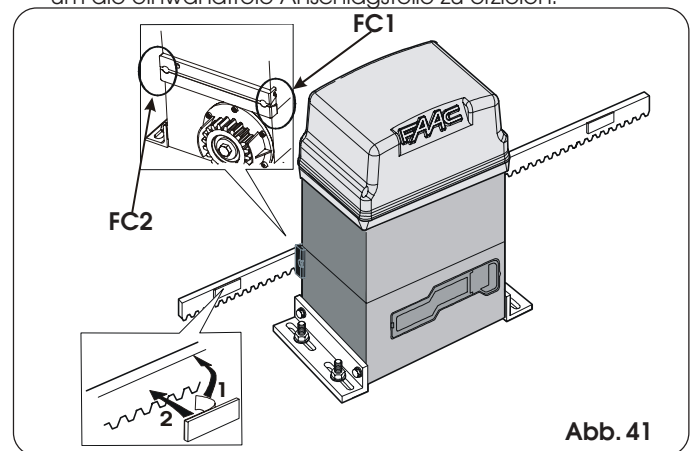
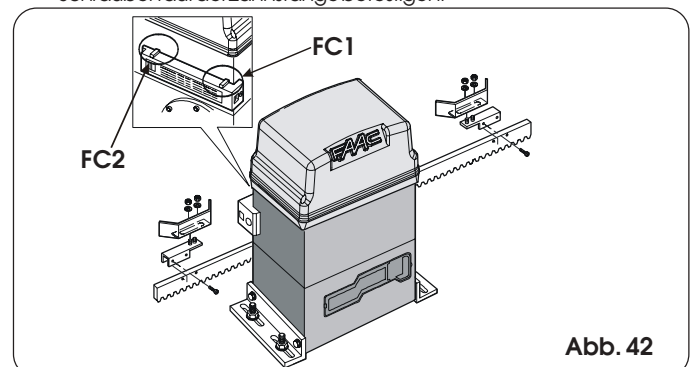

Abb. 41
Abb. 42
Der Antrieb 746 ist mit einem Endschaltersensor ausgerüstet, der den Durchgang eines auf der Zahnstange angebrachten Bezugselements erfasst und den Stillstand des Tors steuert. Die Vorrichtung kann vom Typ **MLS** sein (Abb. 41) oder **induktiv** (Abb. 42).
- 10) Die Zahnstange an den Stellen reinigen, an denen die Magnete angebracht werden, die Folie auf der Klebeseite der Magnete entfernen (Abb. 41 Bez. 1) und diese mit dem Klebestreifen in Kontakt zur Zahnstange erneut positionieren (Abb. 41 Bez. 2).
- 1) Den Endschalter montieren. Dabei ist das Feinblech mit Bezug auf die Gewindebolzen der Halterung zu zentrieren. (Abb. 42)
- 2) Die Motorwelle mit einem Engländer festgespannt halten und die Einstellung mit Hilfe der Einstellungsschraube der Kupplung mit einem Inbusschlüssel oder einem Schraubenzieher gemäß Abb. 42 vornehmen.